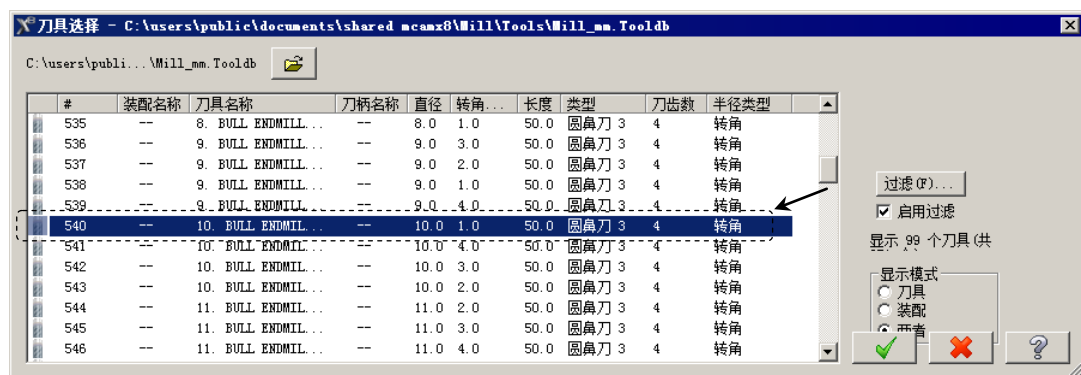

图 5.6.4 “刀具选择”对话框
(1) 确定刀具类型。在“曲面粗车-挖槽”对话框中单击按钮，系统弹出“刀具列表过滤”对话框，单击**刀具类型**区域中的按钮后，在刀具类型按钮群中单击按钮，单击按钮，关闭“刀具列表过滤”对话框，系统返回至“曲面粗车-挖槽”对话框。
(2) 选择刀具。在“曲面粗车-挖槽”对话框中单击按钮，系统弹出图 5.6.4 所示的“刀具选择”对话框，在该对话框的列表框中选择图 5.6.4 所示的刀具。单击按钮，关闭“刀具选择”对话框，系统返回至“曲面粗车-挖槽”对话框。